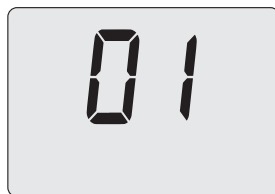

Figura 5.38
- Premendo il tasto 16 (Figura 5.35) sul display LCD appare il valore del parametro P05 (Figura 5.38).